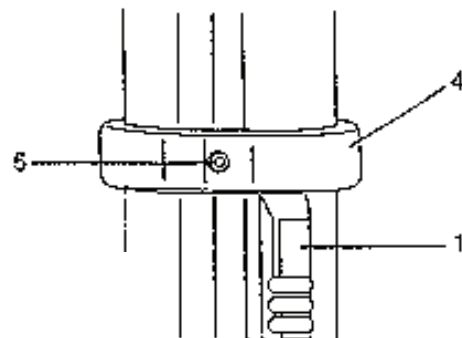
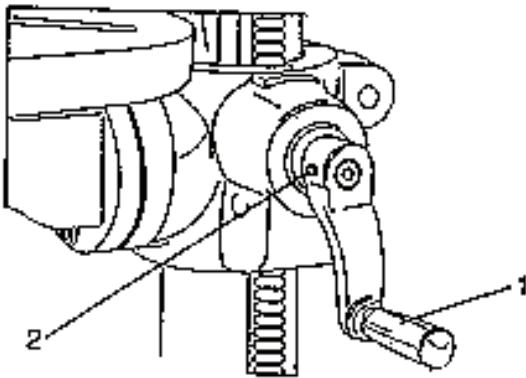

Fig. 6
Fig. 7
6. Tenez le bras de fixation et la tige dentée contre la colonne (Fig. 6) et installez la bague de la tige dentée (4) sur la colonne.
7. La tige dentée (1) se trouve sous la bague de la tige dentée (4). Contrôlez s'il y a assez de jeu entre la tige dentée et la bague – la table doit pouvoir tourner autour de la colonne.
8. Serrez la vis de réglage (5) pour maintenir la bague dans sa position.
9. Installez le porte-vis (1) dans lequel vous serrez la vis de réglage (2) (Fig. 7).